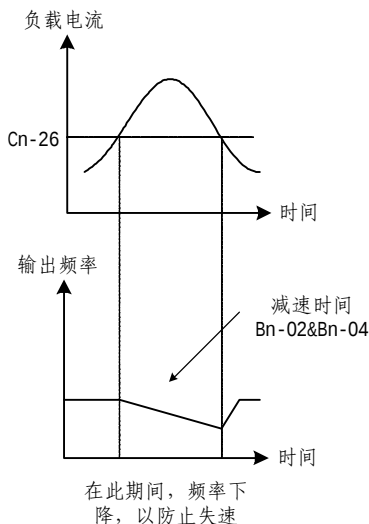

图 4-16 运转中失速防止功能
- 运转中失速防止：在运转中，当冲击性负载而使电机电流超过 Cn-26 设定值时，自动将输出频率降低使负载电流下降，当电流低于 Cn-26 设定值时，则可再加速，回复原先的运转速度。请参考图 4-16。